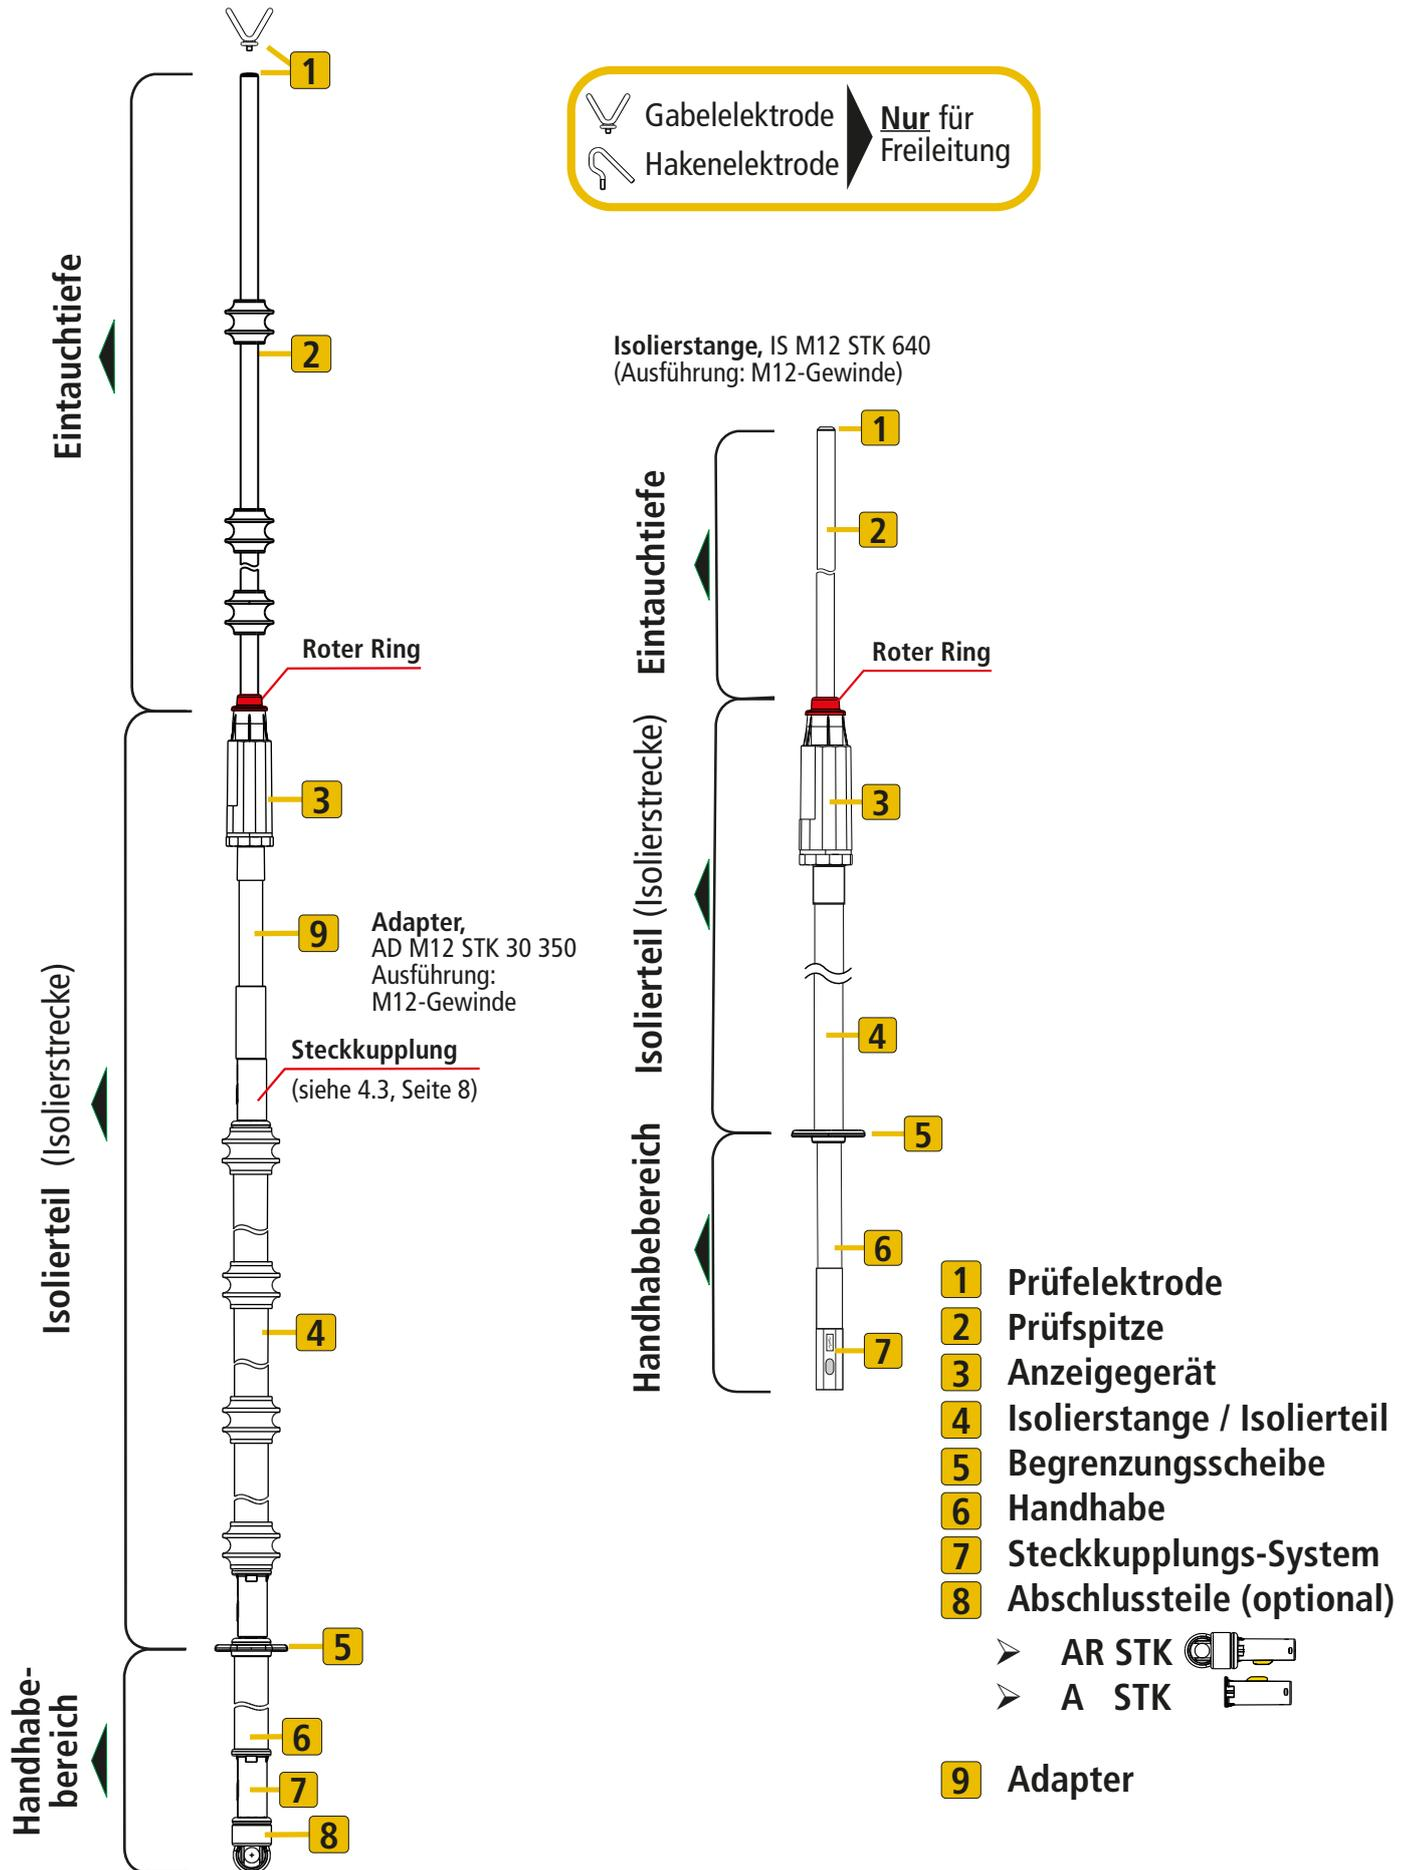

Fig. 1
Spannungsprüfer der Typen **PHE3...** sind mehrteilig (siehe Pkt. 4, Zusammenbau und Fig. 1).
5. Hinweise zur sicheren Handhabung (siehe auch Fig. 1, Seite 5).